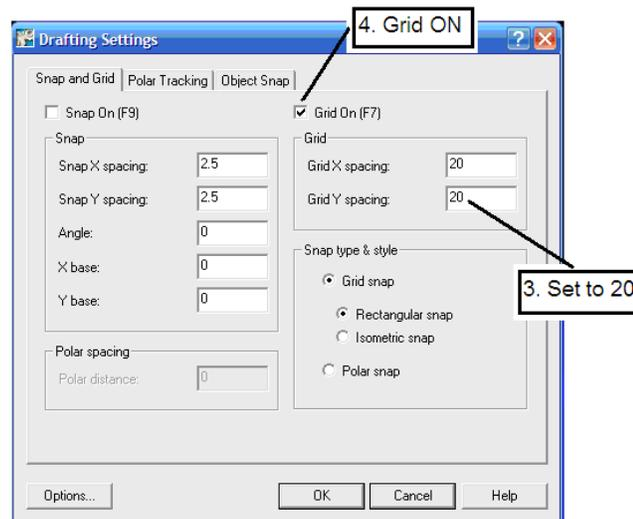

Figura 50
6. En el cuadro de dialogo *Drafting Settings* seleccione la pestaña *Snap And Grid*. En ella cambiamos el valor de *Grid Spacing* por 20 para las direcciones X y Y. hacemos visible el *Grid* con la tecla F7 del teclado y finalmente presionamos OK para salir como se muestra en la *figura 50*.